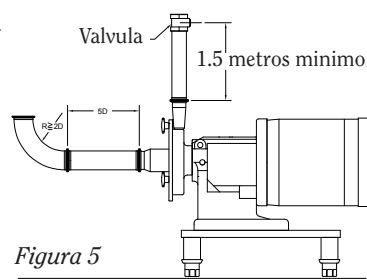

Figura 5
Asegúrese de que el radio hipotético de la curva ese codo tenga mas de 2 veces el diámetro de la misma (Figura 5)
- Evita el cierre abrupto de las válvulas, esto puede causar choque hidráulico que ocasionaría daño severo al sistema y a la bomba. (Figura 5).